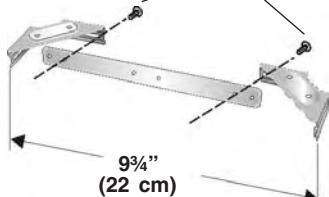

FIG. 7
- Montez le support de montage du carneau en réglant la largeur extérieure comme indiqué. Fig. 7.